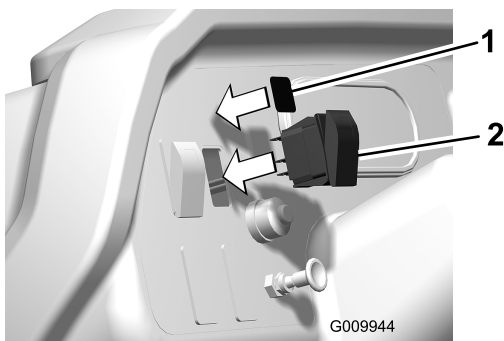

Figure 20
2. Insérez l'interrupteur dans le trou du tableau de bord (Figure 20).
3. Collez l'autocollant sur le tableau de bord, à côté de l'interrupteur (Figure 20).